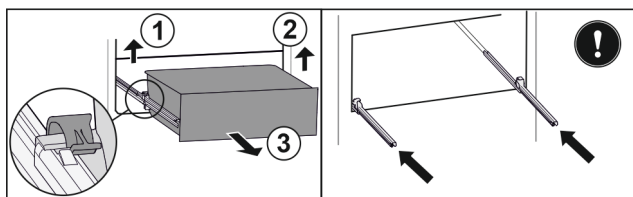

Fig. 20
- ▶ Løft venstre klemme og trekk samtidig skuffen fremover til venstre. Fig. 20 (1)
- ▶ Løft høyre klemme og trekk samtidig skuffen fremover til høyre. Fig. 20 (2)
- ▶ Ta ut skuffen framover. Fig. 20 (3)